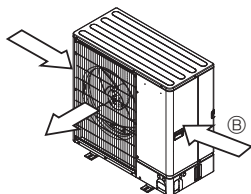

Fig. 2-6
- ③ Pokud je to možné, umístěte jednotku tak, aby se výstup vzduchu nacházel v pravém úhlu směrem k obvyklému směru větru. (Fig. 2-6)
- ④ Vedení výstupu vzduchu
- ⑤ Směr větru